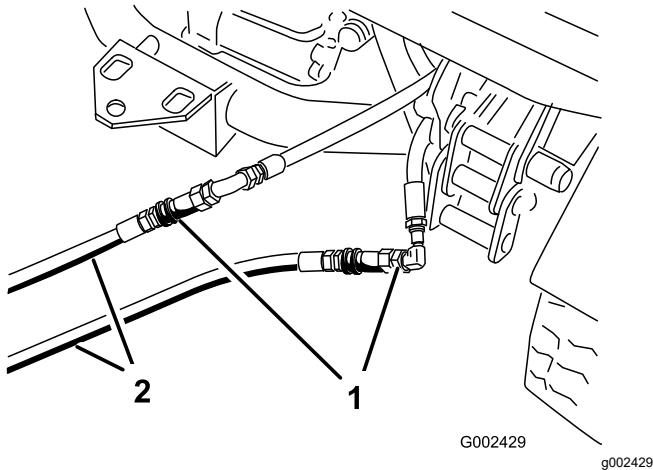

Figura 72
3. Na máquina parada, ligue as duas mangueiras de ligação às mangueiras que foram desligadas (Figura 72).